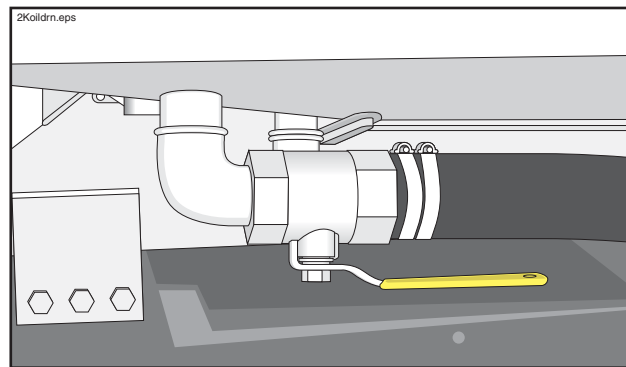

Abbildung 71
- c. Lassen Sie das alte Öl in Fässer oder einen anderen Altölbehälter ab. Das Öl kann aus der Kontrollabdeckung oben am Tank herausgepumpt oder unten am Tank abgelassen werden (Abbildung 71).